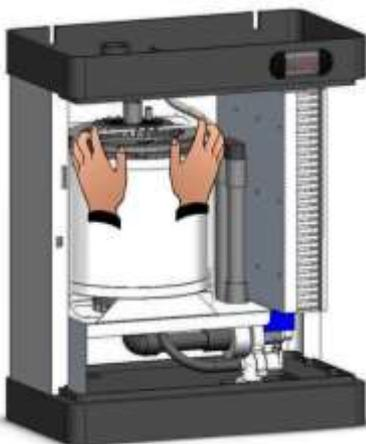

Fig. 27
2. Desenganche el resorte frontal de fijación de la brida vapor superior deslizándola hacia el exterior del cilindro (Fig.27, 28, e 29).